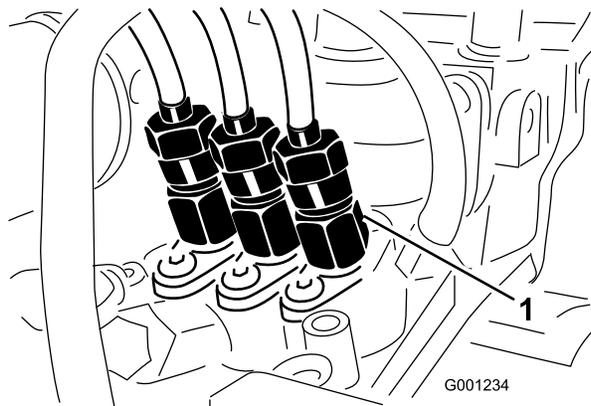

図 51
1. 燃料噴射ポンプの No.1インジェクタ・ノズル (図 51) へのパイプ接続部をゆるめる。